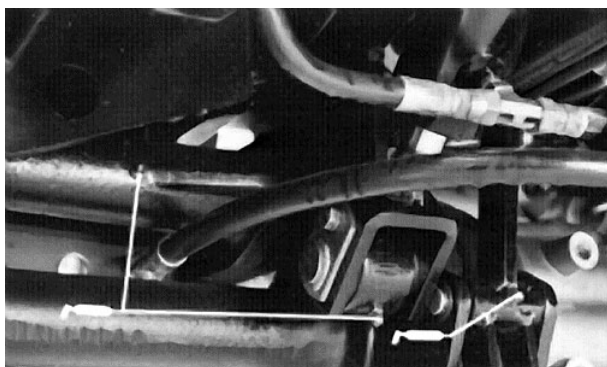

Fig. 18
I raccordi da lubrificare sono: Perno del braccio di sollevamento (2), cilindro di sollevamento (4), perni del braccio del freno (2) (Fig. 18); perno del freno (1), perni dei freni (2) (Fig. 19); perno del pedale della trazione (1) (Fig. 20); semiasse fra motore e pompa (2) (Fig. 21 e 22); regolatore della trazione (1) (Fig. 23); cuscinetto della PDF (Fig. 24); perno centrale (1) (Fig. 25); gruppo tiranti (2), giunti a snodo dell'assale (2), estremità del cilindro (2) (Fig. 26).